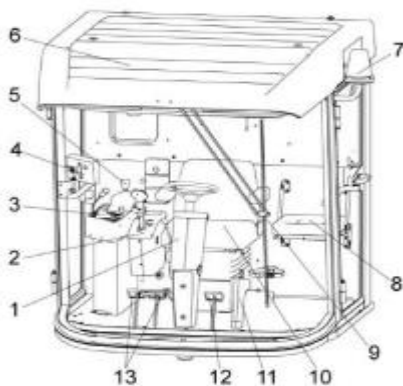

Рис. 5.11. Кабина:
Расположение органов управления комбайном и оборудование кабины показано на рис. 5.11.
- 1) нажать на педаль блокировки коробки передач 12 (см. рис. 5.11) для отключения блокировки;